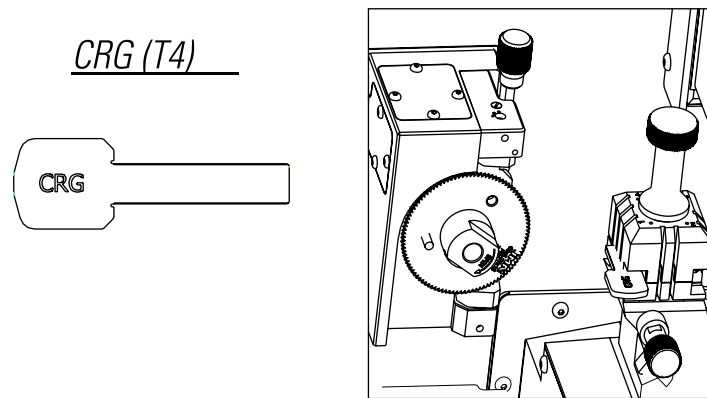

FIG. 21
- 1) Colocar el CRG (T4) en la mordaza MP1 en el lado 1.(Fig.21)